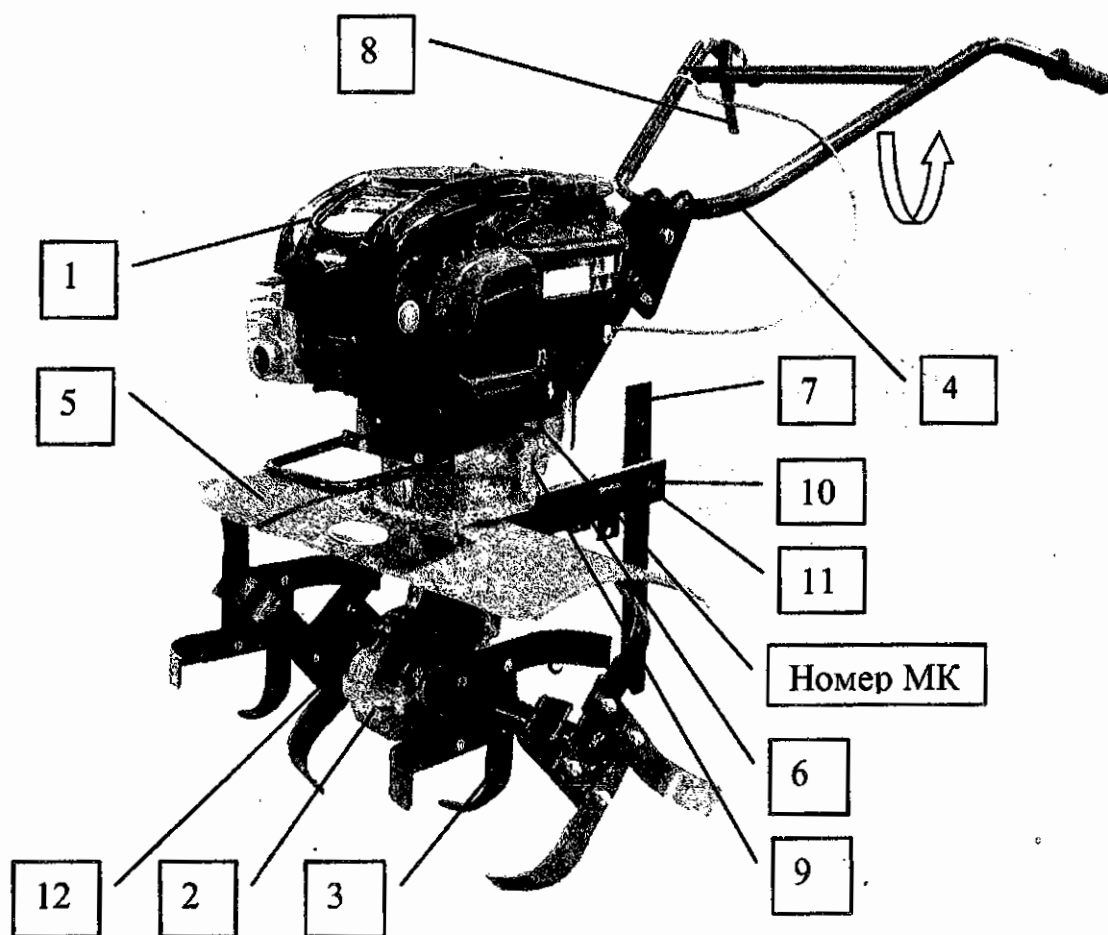

Рисунок 1-Мотокультиватор «Гарпан-03»
1.3.1 Основными узлами мотокультиватора являются (рисунок 1):
1.4.1 Принцип действия мотокультиватора: от двигателя поз.1 (рисунок 1) через редуктор поз.2 приводится во вращение вал редуктора, на котором закреплены фрезы культиватора поз.3. Фрезы, вращаясь, рыхлят верхний слой почвы и одновременно перемещают мотокультиватор вперед. Конструкция мотокультиватора дает возможность быстрого отделения двигателя с рулевым управлением от редуктора с фрезами. Для этого необходимо освободить откидные болты поз.9.
1.5.2 Заводской номер мотокультиватора указан на стыковочном устройстве слева ударным способом (рисунок 1).
Закрепите регулятор поз.7 (рисунок.1) на кронштейне поз.6 при помощи оси поз.10 с фиксатором поз.11, установленных на кронштейне поз.6.
Так как положение рычага управления поз.8 (рисунок 1) соответствует положению «холостого хода», произведите запуск двигателя согласно «Руководству по эксплуатации двигателя».